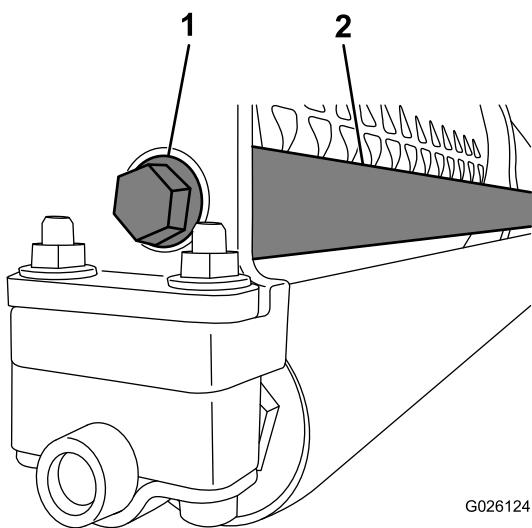

Figura 5
- Sujete el extremo roscado de la barra de peso al bastidor con un perno con arandela prensada (Figura 5).